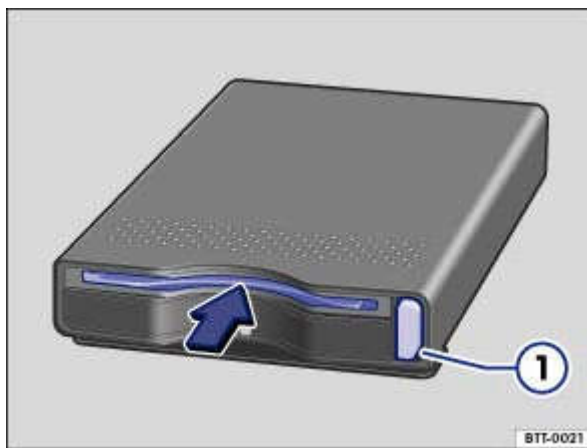

Fig. 140 Dans la console centrale : lecteur de carte de péage
Mettez en marche le système de navigation et insérez dans le sens de la flèche une carte ETC adéquate dans le lecteur de cartes de péage → Fig. 140.
Pour éjecter la carte de péage, appuyez sur la touche → Fig. 140 ① .